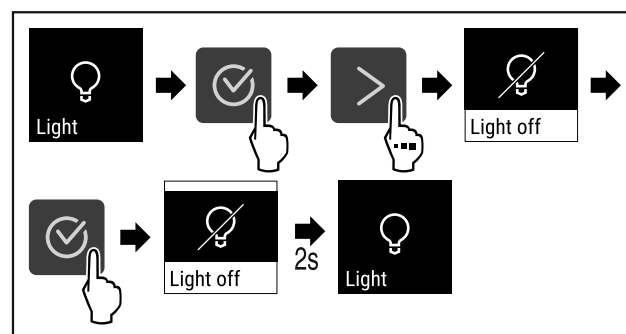

Fig. 85
- ▶ Udfør handlingstrinene (se Fig. 85) .